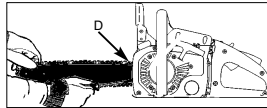

Abb. 5
1. Sostenga la nariz de la barra guía hacia arriba y dé vuelta al tornillo de ajuste (D) en DIRECCION DE LAS MANECILLAS DEL RELOJ para incrementar la tensión de la cadena. Dando vuelta al tornillo en DIRECCION CONTRARIA DE LAS MANECILLAS DEL RELOJ reducirá la suma de la tensión de la cadena. Asegúrese que la cadena se amolde ordenadamente todo el camino alrededor de la barra (Fig. 5).